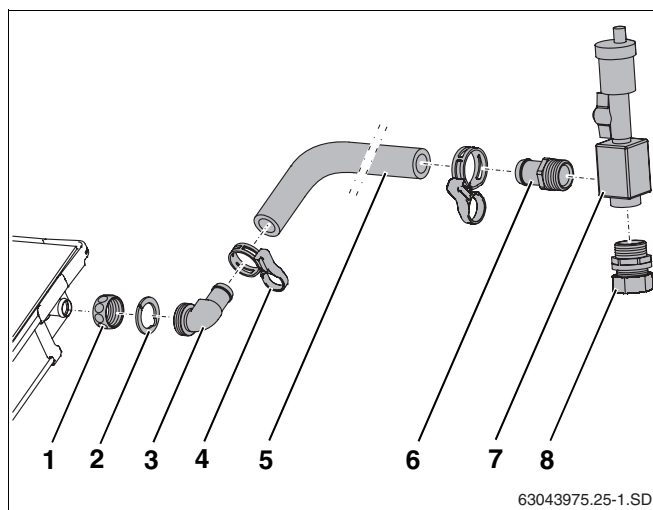

Fig. 38 Applicazione del tubo di gomma per solare all'attacco di mandata
- Spingere il dado di raccordo (fig. 38, **pos. 1**) sopra gli attacchi del collettore.
- Disporre la rondella di fissaggio (fig. 38, **pos. 2**) dietro il bordo dell'attacco del collettore e fissare premendo.
- Allineare la boccola angolare con il relativo o-ring (fig. 38, **pos. 3**) e avvitare con il dado di raccordo.
- Spingere il tubo di gomma lungo per solare (1000 mm, fig. 38, **pos. 5**) sulla boccola angolare e fissare in posizione con la fascetta elastica (fig. 38, **pos. 4**).
- Avvitare la boccola R^{3/4} per tubo flessibile con il relativo o-ring (fig. 38, **pos. 6**) e il nipplo doppio con il relativo o-ring (fig. 38, **pos. 8**) nel vaso di sfogo (fig. 38, **pos. 7**).
- Infilare la boccola (fig. 38, **pos. 6**) per tubo flessibile dentro il tubo di gomma per solare fino all'arresto, e fissare in posizione con la fascetta elastica.
- Collegare la tubazione di adduzione al giunto a bocchettone con anello di bloccaggio (fig. 38, **pos. 8**).